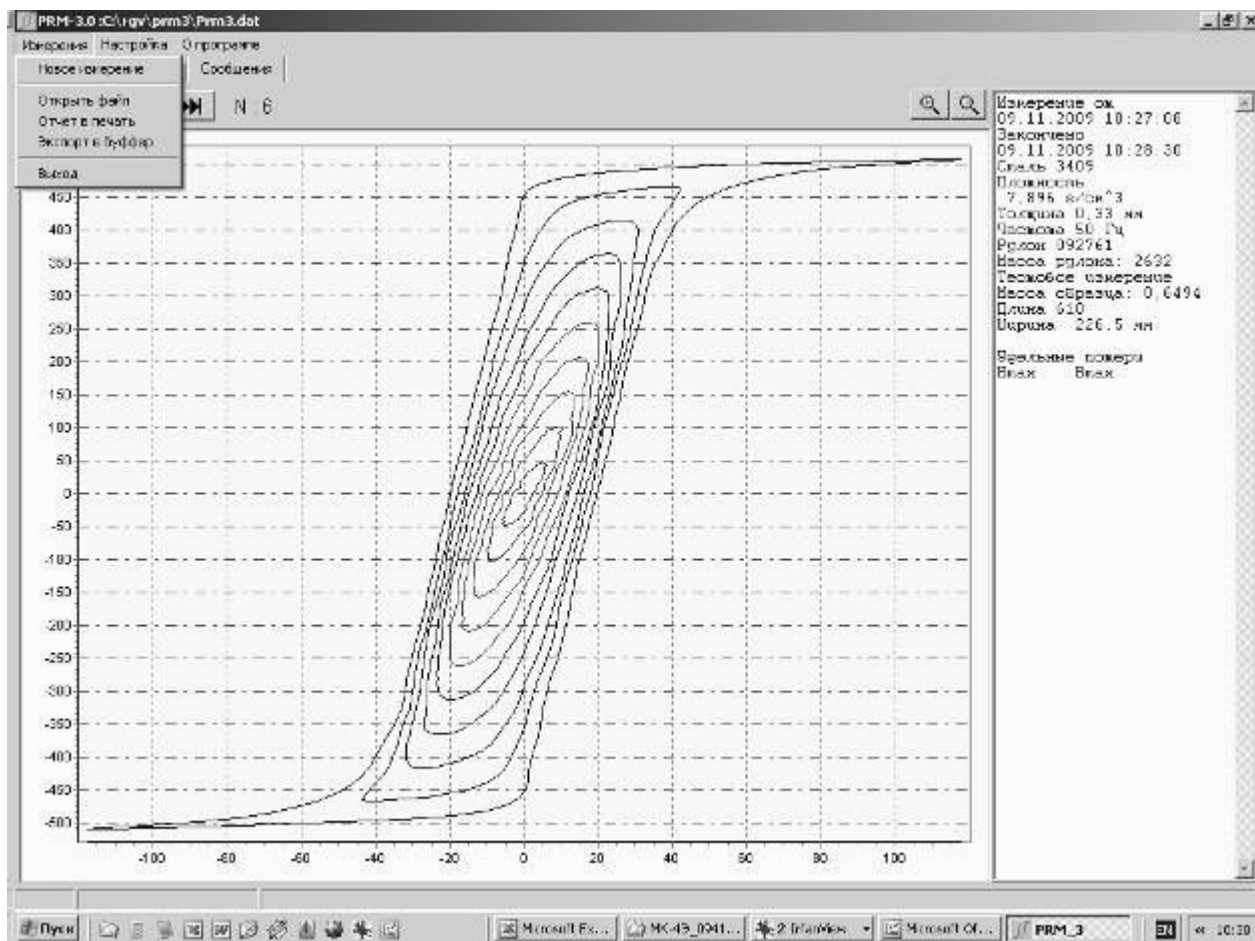

Рис.5 Окно "Измерения"
- 2.3.2.14 Кнопка "Измерения" открывает поверх основного окна всплывающее окно с кнопками "Новое измерение", "Открыть Файл", "Отчет в печать", "Экспорт в буффер", "Выход" (Рис.5).